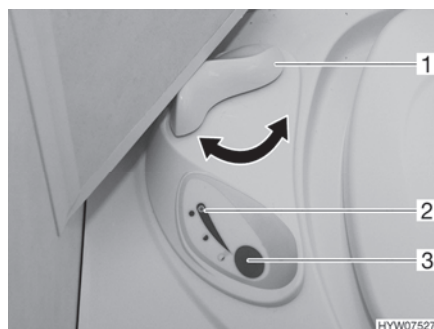

Fig. 209 Unidad de mando del inodoro Thetford
- Antes del lavado, abrir la corredera del inodoro Thetford. Para ello, girar la palanca de corredera (Fig. 209,1) en sentido contrario a las agujas del reloj.
- Para lavar, pulsar el botón del inodoro azul (Fig. 209,3).
- Tras el lavado, cerrar la corredera. Para ello, girar la palanca de corredera (Fig. 209,1) en sentido de las agujas del reloj.
La luz de control (Fig. 209,2) se enciende cuando es necesario vaciar el cassette Thetford.